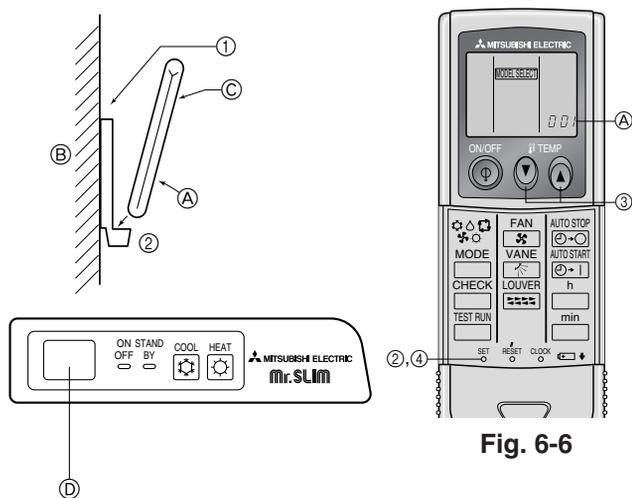
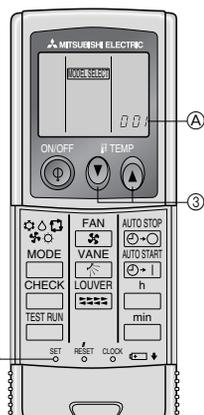

Fig. 6-5
Fig. 6-6
2) Installationsmetod (Fig. 6-5)
① Montera fjärrkontrollens hållare på önskad plats med de två gängskruvande skruvarna.
② Placera fjärrkontrollens undre del i hållaren.
3) Inställning (Fig. 6-6)
- ① Sätt i batterier.
- ② Tryck på SET-knappen med ett vasst föremål.